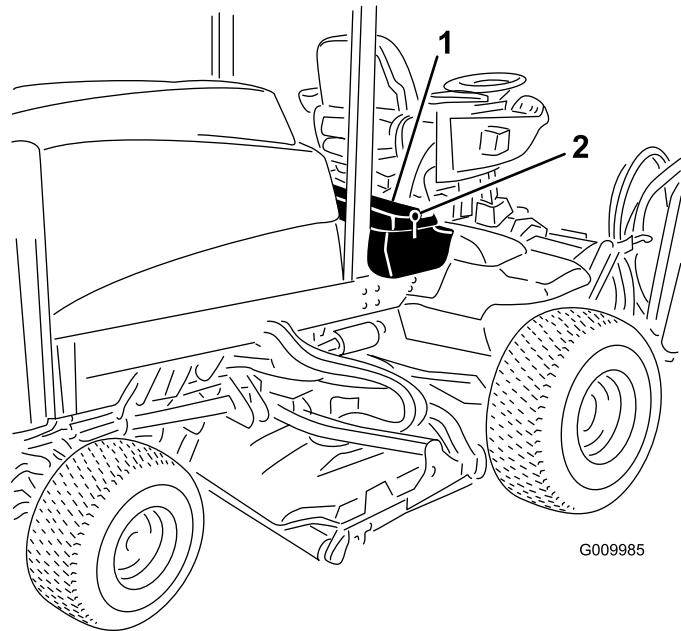
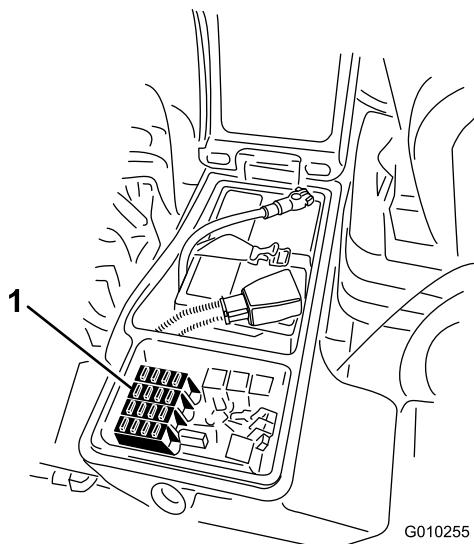

Figura 94
Figura 95
1. Afloje el enganche de la cubierta de la caja de almacenamiento derecha y eleve la cubierta (Figura 94) para exponer el bloque de fusibles (Figura 95).
2. Sustituya el fusible o los fusibles abiertos tal y como sea necesario (Figura 95).
3. Cierre la cubierta de la caja de almacenamiento derecha y fíjela con el enganche (Figura 94).